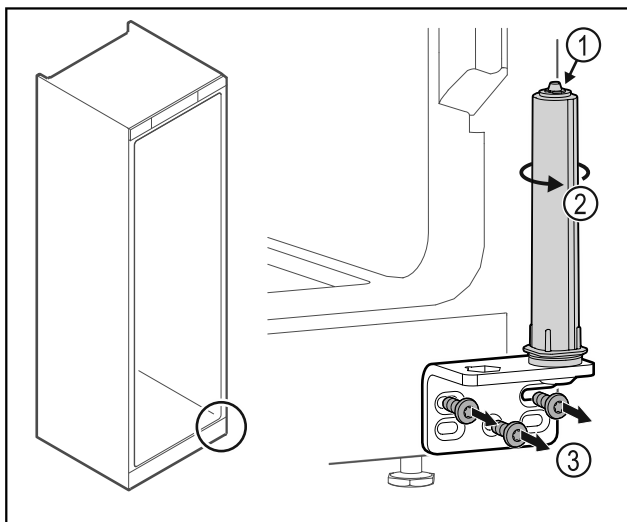

Fig. 28
- ▶ Ne szedje szét az ajtó zárrendszert Fig. 28 (1).
- ▶ Forgassa el a zárrendszert Fig. 28 (2), amíg az be nem kattann.
- ▶ Csavarozza le a csuklópántot Fig. 28 (3).